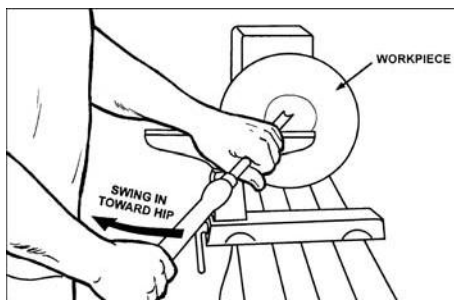

Рис. 15
- Ведите трубчатый резец левой рукой, в то время как правая рука подтягивается к туловищу (Рис.15).